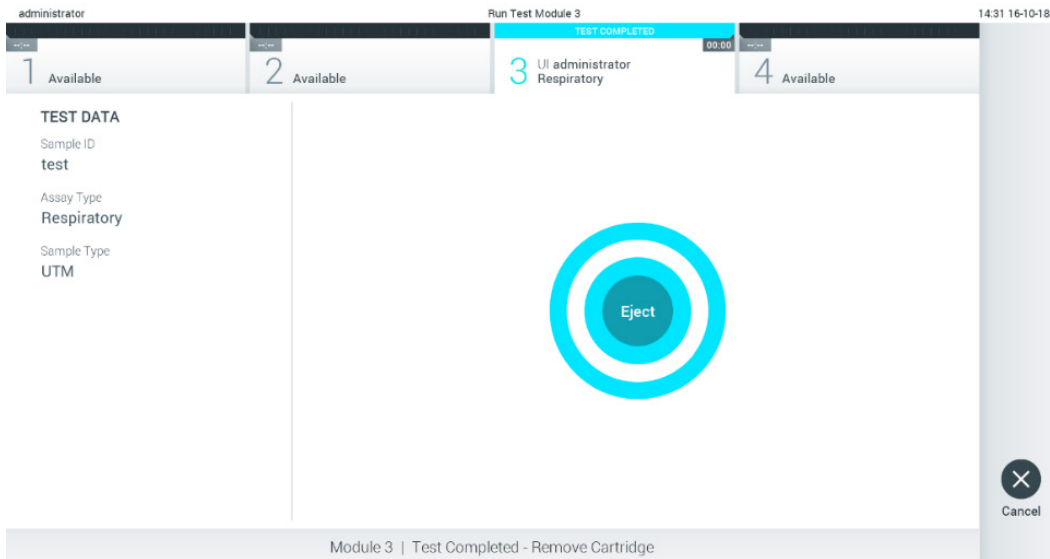

Bild 29. Skärmen Eject (Mata ut).
10. När testkörningen har slutförts kommer skärmen Eject (Mata ut) att visas (bild 29). Tryck på  Eject (Mata ut) på pekskärmen för att ta ut QIAstat-Dx-analyskassetten och bortskaffa den som farligt avfall i enlighet med alla nationella och lokala hälso- och säkerhetsföreskrifter och lagar.